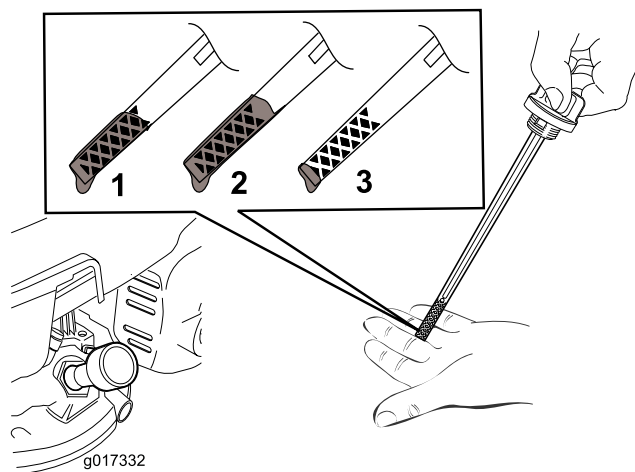

图6
2. 拆下量油尺（图6）。
注意： 向发动机曲轴箱添加机油，直到量油尺显示机油油位达到 图6 中所示的正确位置。如果发动机加注机油过多，则需要按照“更换机油”一节的说明，放掉多余机油。